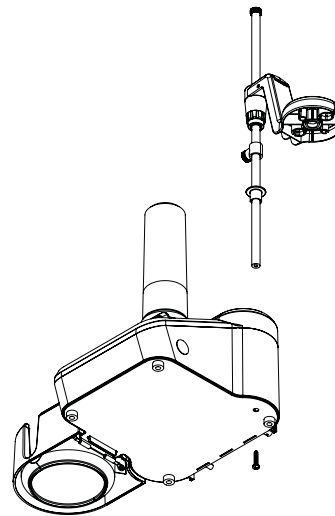

Abbildung 3. Position der Befestigungsschraube zum Festziehen des Elektrodenhalterschafts
2. Befestigen Sie den Elektrodenhalterschaft am Titratorkörper, indem Sie das Gerät ankippen und die mitgelieferte Befestigungsschraube festziehen. Die unverlierbare Befestigungsschraube ist über das Loch im Boden des Titratorkörpers zugänglich. Dem Titratorkörper ist für diesen Installationsschritt ein Torx T20-Schraubendreher beigelegt. Siehe **Abbildung 3**.